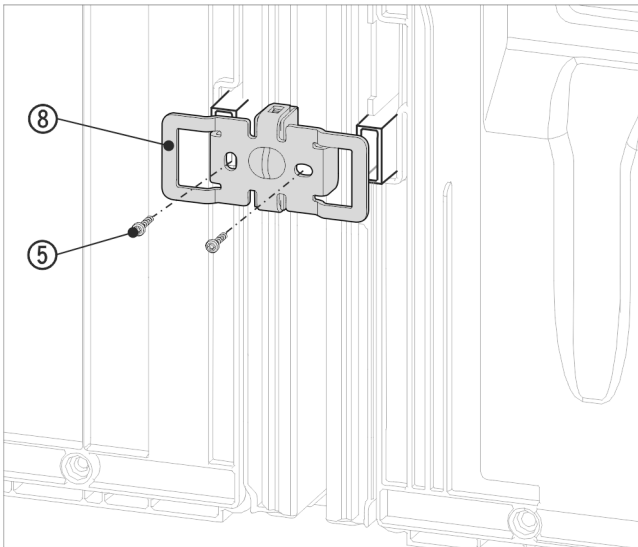

Fig. 17 Beispielhafte Darstellung
- Den Winkel Fig. 17 (8) erneut mit den Aussparungen über die Aufnahme für die Wandabstandshalter schieben.
- Mit 2 Schrauben Fig. 17 (5) fest anschrauben.